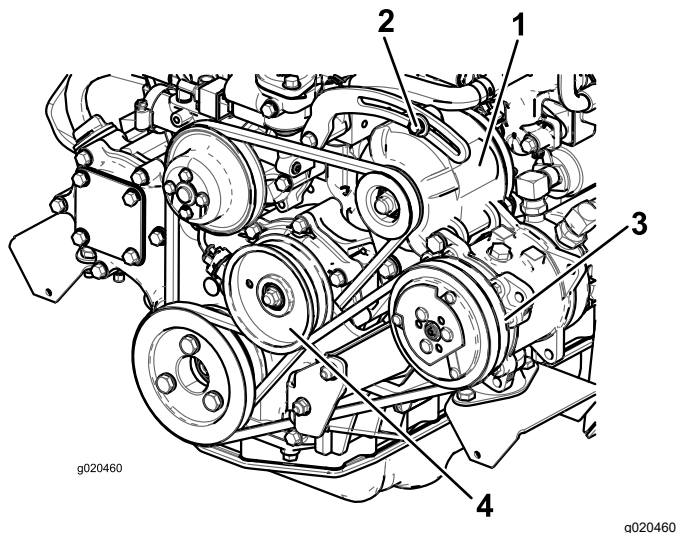

Figura 112
Si la desviación no es de 10 mm, afloje los pernos de montaje del alternador (Figura 112).
2. Si la desviación no es de 10 mm, afloje el perno de montaje de la polea tensora (Figura 112).